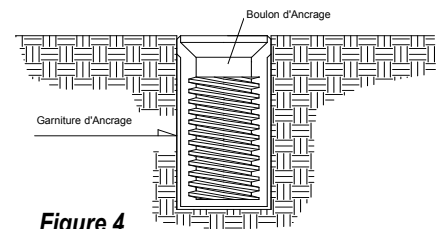

Figure 4
**3ème étape : Insérer la garniture d'ancrage en laiton dans le trou et la frapper légèrement avec le tamponnoir pour assure qu'elle est bien en place (voir figure 4).**
**4ème étape : Visser le boulon d'ancrage dans la garniture, comme était illustré à la figure 4.**